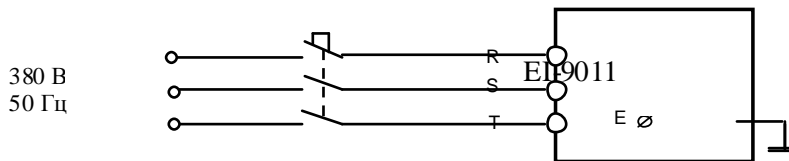

Рис. 4.16. Подключение ПЧ к сети 3ф 380В
- 4.13.3. Подать напряжение питания 3Ф ~380 В на преобразователь, как показано на рис. 4.16.